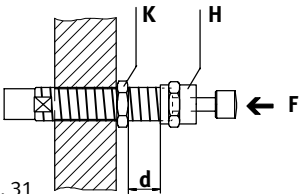

Fig. 31
- Pour des raisons de stabilité, la **distance d** de la Fig. 31 ne doit pas dépasser les valeurs du tableau suivant :